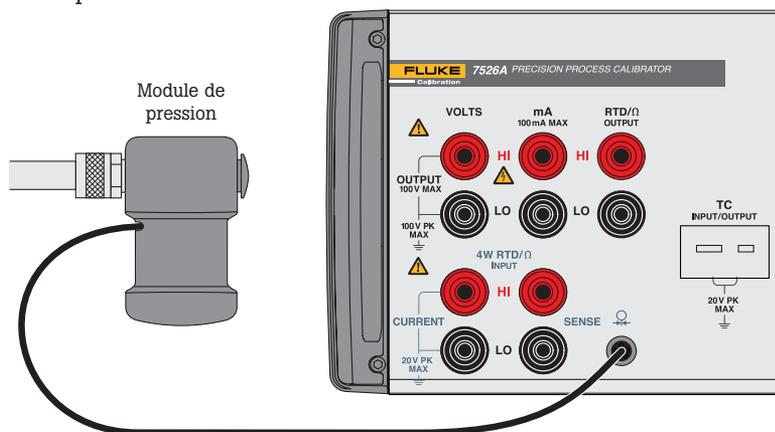

Figure 3. Connexion du module de pression.
1. Branchez le module de pression de la série Fluke 700, comme indiqué en Figure 3.